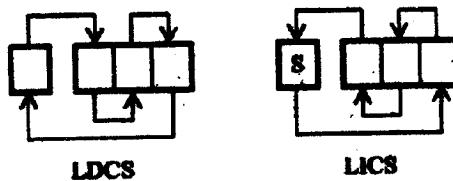

Figura 2: Representación gráfica de los desplazamientos LDCS y LICS
- A) Las dos operaciones de desplazamiento a realizar por el registro de desplazamiento son LICS (Lógico-Izquierdo- Cerrado-Simple) y LDGS (Lógico-Derecha-Cerrado-Simple). La Figura 2 muestra estos dos tipos de desplazamientos para un registro de 4 bits como el que pide diseñar el enunciado del problema.